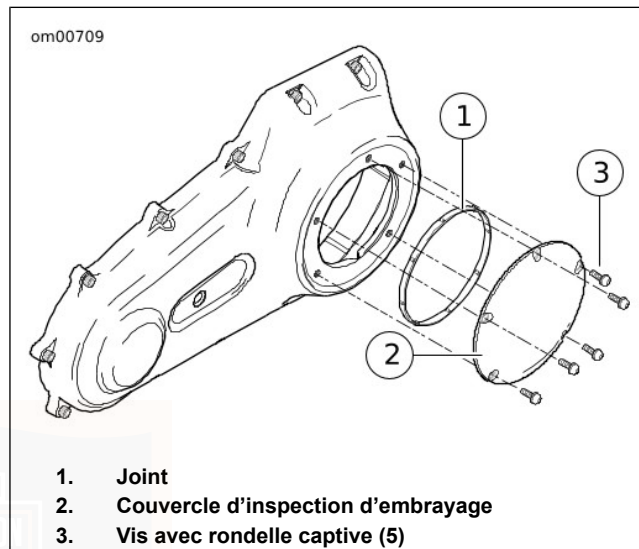
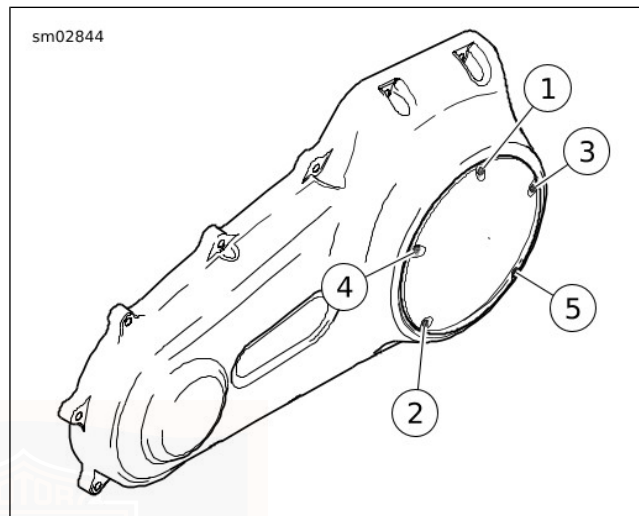

Figure 60. Couvercle d'embrayage
Figure 61. Séquence de serrage de couvercle d'embrayage
7. Voir Figure 60. Retirer les vis, les rondelles captives (3) et le couvercle d'inspection d'embrayage (2).
8. Retirer le joint (1). Essuyer l'huile de la rainure du couvercle du carter de chaîne et de la surface de montage.
3. Vis avec rondelle captive (5)
- b. Voir Figure 60. Placer un **nouveau** joint (1) dans la gorge du couvercle d'inspection d'embrayage. Enfoncer chaque patte du joint dans la gorge.
- c. Fixer le couvercle d'inspection avec les vis et les rondelles captives (3).
- d. Voir Figure 61. Serrer en utilisant la séquence indiquée, à un couple de 9,5–12,2 N·m (84–108 **in-lbs**).